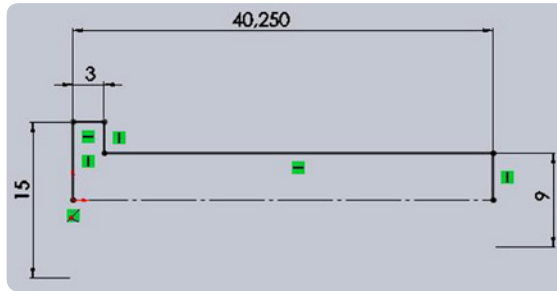

Figura 8.2 – Esboço do Parafuso do aerofólio
- 1.3 Com as ferramentas linha e linha de centro, desenhe um esboço conforme a Figura 8.2.